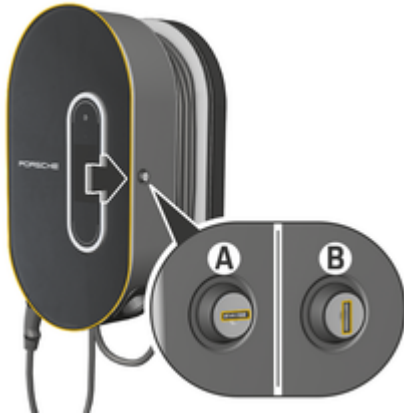

Fig. 9: Puerto de carga
- ▶ Girar la cerradura hasta la posición **A** (Fig. 9).
- ▶ Girar la cerradura hasta la posición **B** (Fig. 9).